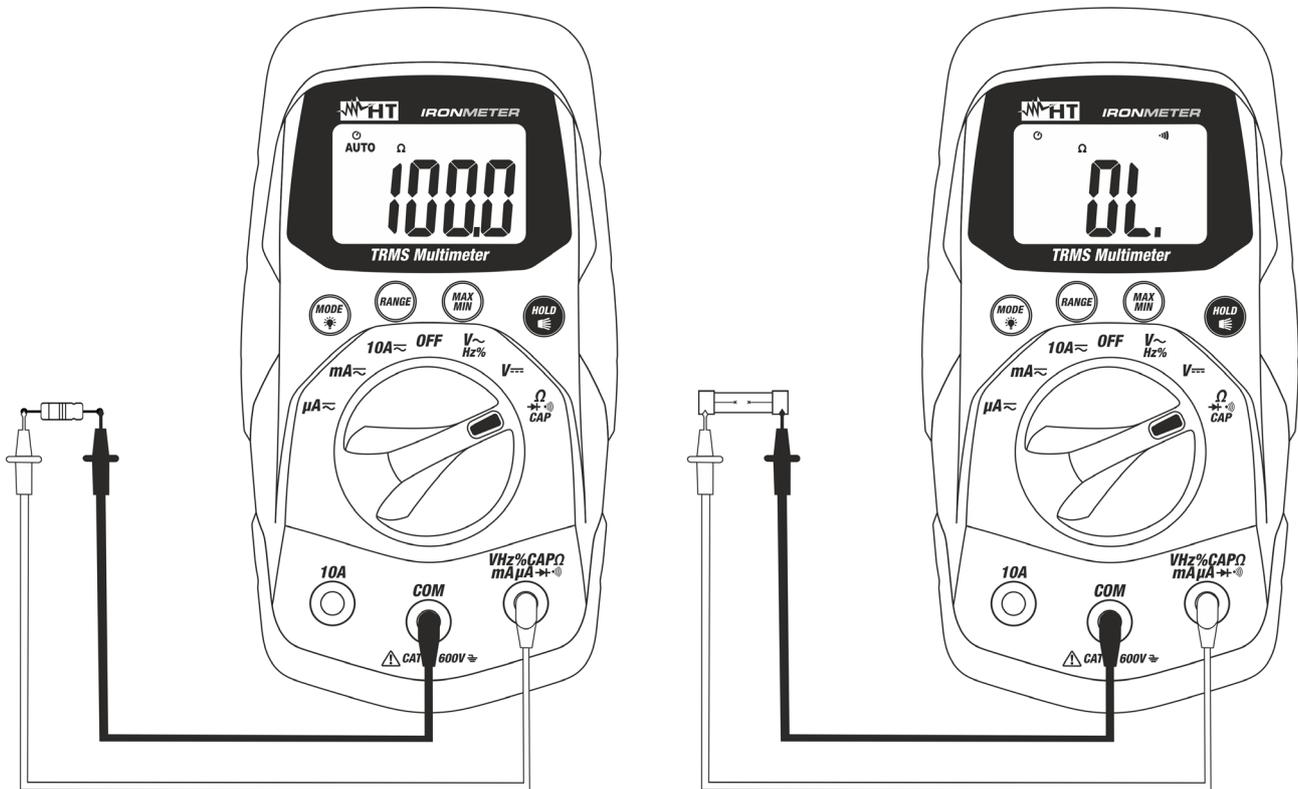

Fig. 5: Uso del instrumento para medida de Resistencia y Prueba de Continuidad
3. Posicione las puntas en los puntos deseados del circuito en examen (vea Fig. 5 – parte izquierda). El valor de la resistencia se muestra en pantalla
5. Pulse la tecla **MODE** / para seleccionar la medida “ $\text{diode with sound waves}$ ” relativa a la prueba de continuidad y posicione las puntas en los puntos deseados del circuito en examen (vea Fig. 5 – parte derecha)